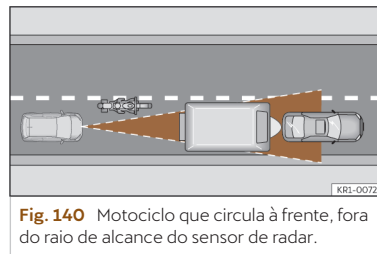

Fig. 140 Motociclo que circula à frente, fora do raio de alcance do sensor de radar.
- Veículos que circulem desalinhados ou fora da zona de deteção do sensor, por exemplo, motociclos >>> **Fig. 140.**